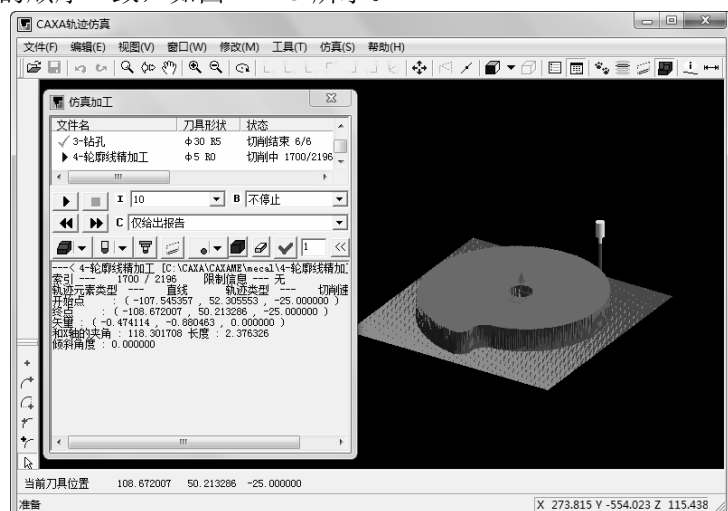

图 2-123 仿真结果
3) 单击“播放”按钮 , 系统立即进行加工仿真, 仿真加工顺序与选取刀具轨迹的顺序一致, 如图 2-123 所示。